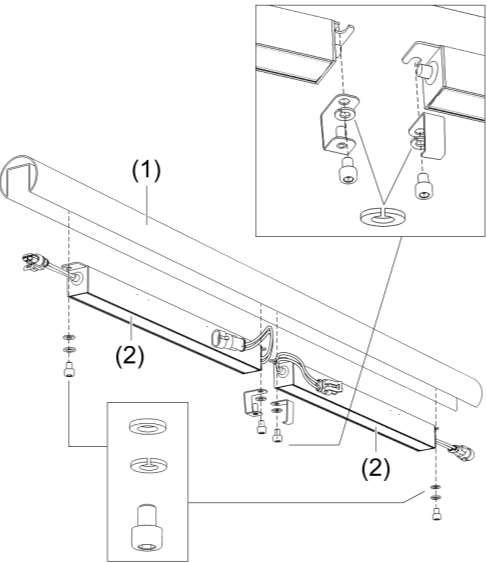

Bild 5: Lichteinsätze montieren
- Lichteinsätze wie dargestellt im Nutprofil montieren (Bild 5).